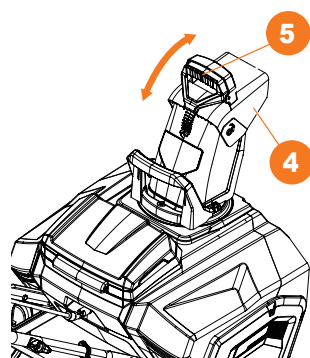

Рис. 12
- Отрегулируйте дальность выброса снега, изменением положение дефлектора **4**. Зажмите курок на рукоятке дефлектора **5** и отклоните дефлектор **4** в необходимое положение (Рис. 12).